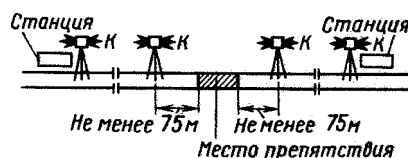

Рис. 1.4
1.2. Места производства работ на закрытом однопутном перегоне или на одном пути двухпутного перегона ограждаются, как указано на рис. 1,3; при уклоне более 0,040 ограждение места работ производится, как указано на рис. 1.4.